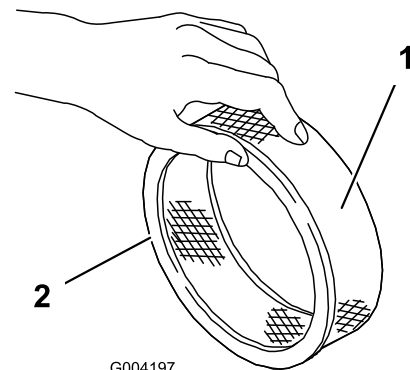

Figure 15
5. Vérifiez que l'élément en papier n'est pas déchiré ou couvert d'une pellicule grasse, et que le joint de caoutchouc n'est pas endommagé (Figure 15).
1. Glissez délicatement le préfiltre en mousse sur l'élément en papier (Figure 15).